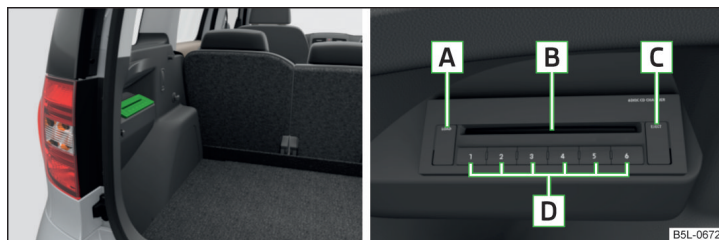

Fig. 117 Cambiador de CD
► Pulse la tecla [C] » fig. 117 e introduzca el CD (Compact Disk) en la cavidad para CD [B]. El CD se coloca automáticamente en la posición libre más baja del cambiador de CD. El testigo de la tecla correspondiente [D] deja de parpadear. ►
- Mantenga la tecla [C] » fig. 117 pulsada durante más de 2 segundos e introduzca todos los CD, uno tras otro (máximo 6 CD), en la cavidad para CD [B]. Los testigos en las teclas [D] dejan de parpadear.
- Pulse ligeramente la tecla [C] » fig. 117. Los testigos en las teclas [D] se iluminan donde las posiciones de memoria están ocupadas y parpadean donde las posiciones de memoria siguen libres.
- Pulse ligeramente la tecla [A] » fig. 117. Para las posiciones de memoria ocupadas se iluminan los testigos de las teclas [D].
- Mantenga pulsada la tecla [A] » fig. 117 más de 2 segundos. Todos los CDs del cambiador de CD son expulsados uno tras otro.
- Introduzca un CD, con la cara impresa hacia arriba, en la cavidad para CD [B] » fig. 117 hasta que se introduzca de todo automáticamente. La reproducción se inicia automáticamente.